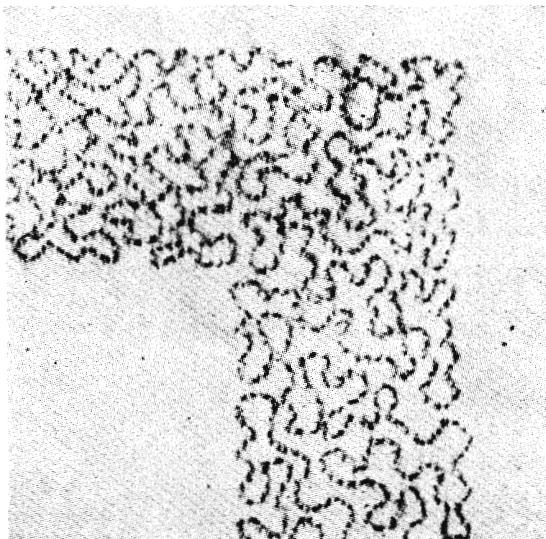
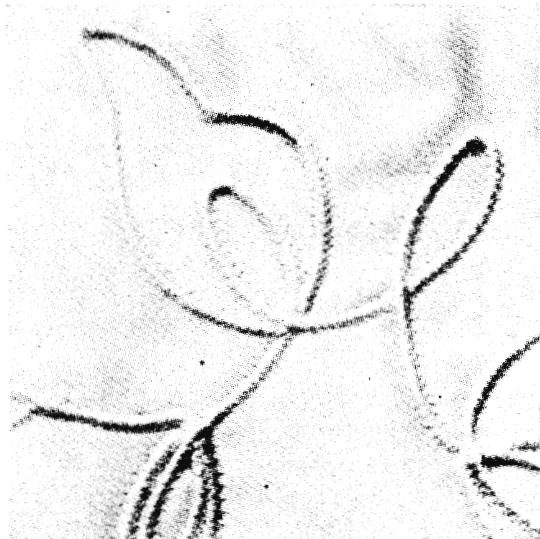

図 47 紐付け縫いの例（A）
図 48 紐付け縫いの例（B）
(2) 紐つけ 紐や毛糸などをとめながら、画をえがく刺しゅうを紐つけ刺しゅう、コードつけ刺しゅうなどと呼びます。（図47、図48）